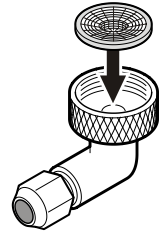

Figure 14
- Insérer le filtre à eau fourni dans l'adaptateur de diamètre extérieur, la cavité orientée vers le bas (Figure 14).